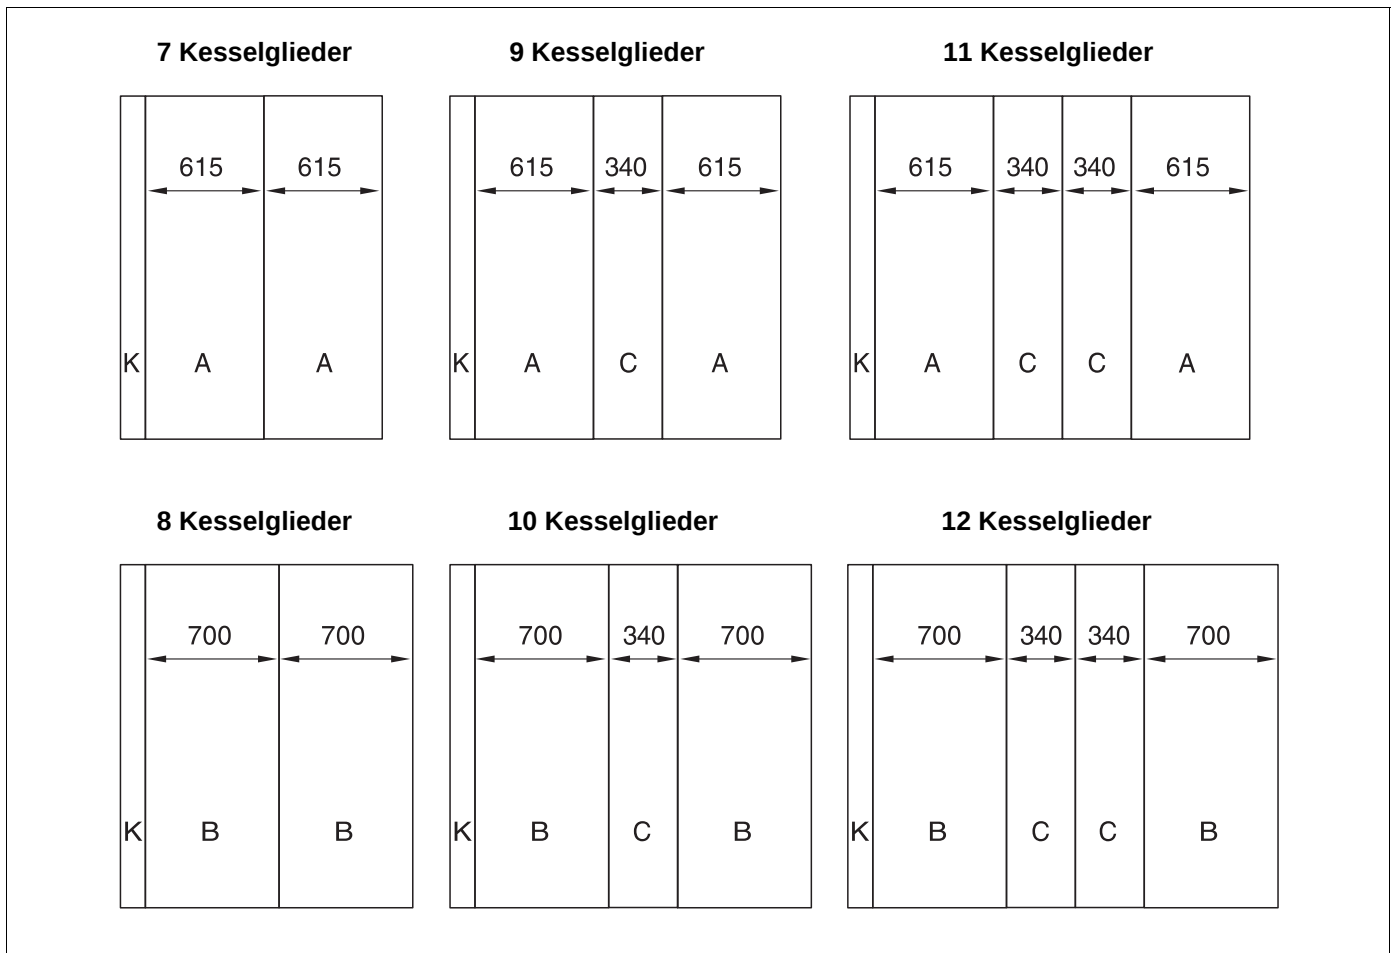

Abb. 50 Anordnung der Seitenwandteile bei den verschiedenen Kesselgrößen (Maße in mm)
- Montieren Sie alle Seitenwände gemäß dem Anordnungsplan (Abb. 50).